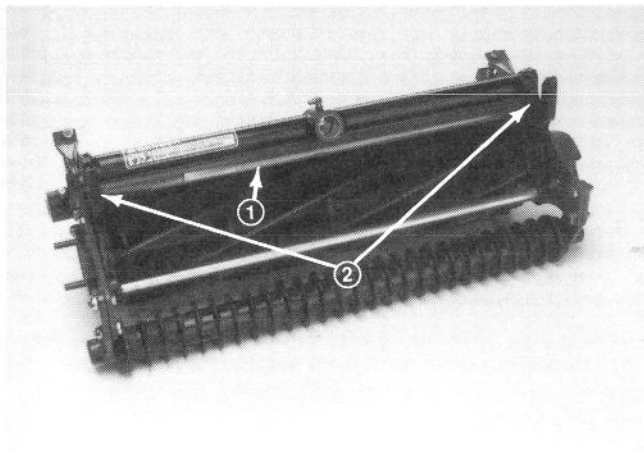

Figura 15
1. Regolate il cilindro di taglio nella posizione normale (Figura 15).
2. Allentate le viti a testa cilindrica e i dadi che fissano la protezione ad ogni piastra laterale, regolate l'altezza desiderata della protezione e serrate i dispositivi di fissaggio (Figura 15).